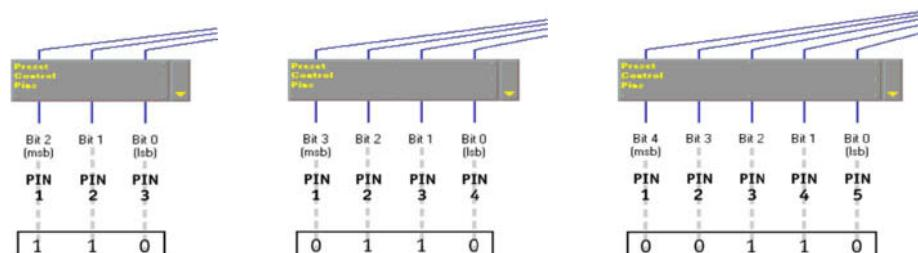

Figura 56 – Codificación binaria de la configuración prefijada N° 7 con tres, cuatro y cinco pines
El bit más significativo siempre corresponde al pin 1, y el menos significativo siempre corresponde al pin cuyo número es el más alto entre los que se han conectado para control de configuraciones prefijadas, como se ilustra en la Figura 56.
**Nota:** Para la selección precisa de configuraciones prefijadas en la entrada de control, la codificación binaria de toda configuración debe contener el mismo número de bits como la cantidad de pines de control conectados para codificar las configuraciones prefijadas. Agregue tantos ceros como sea necesario a la izquierda del valor binario, hasta que se tenga el mismo número de dígitos como de pines de control conectados para codificar configuraciones prefijadas, como se ilustra en la Figura 56.